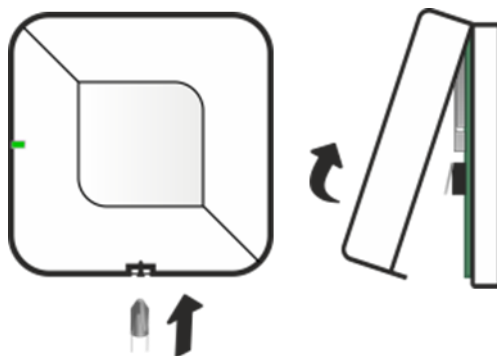

Рисунок 6.2 — Вскрытие корпуса сирены Livi Siren
2. Вскройте корпус сирены, если он был закрыт (см. рисунок 6.2).
1. Вскройте корпус сирены, если он был закрыт (см. рисунок 6.2).